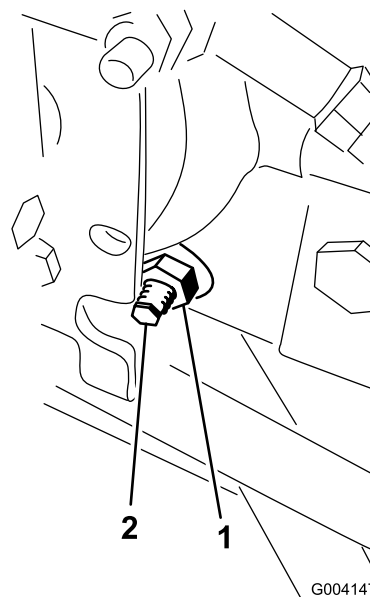

Figure 66
3. Sous le côté droit de l'hydrostat, desserrez le contre-écrou sur la came de réglage de transmission (Figure 66).